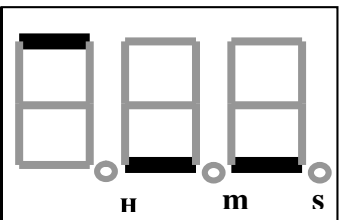

Рис. 6
- выходной ток полностью отключится (рис. 6).